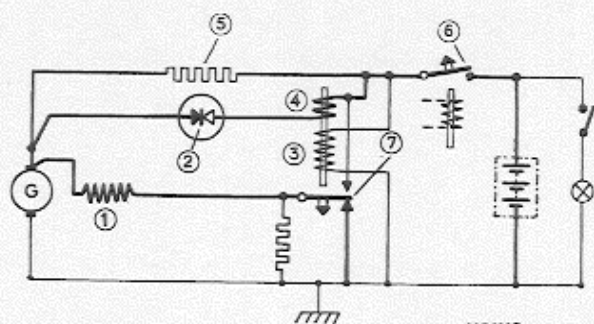

Fig. 3-26. Schakelschema van regelaar
3. Verbind de kabels overeenkomstig het schema (Fig. 3-26).